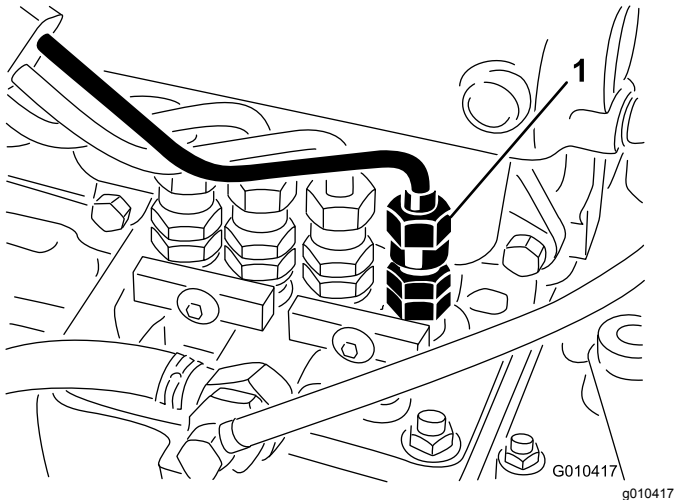

Figura 35
1. Allentate l'attacco del tubo con l'assieme del supporto e dell'ugello dell'iniettore n. 1 sulla pompa di iniezione (**Figura 35**).